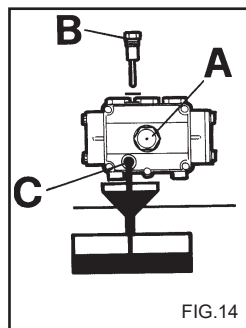

FIG.14
- 1) Skru opp drengsskruen på undersiden av pumpen (fig. 14 C).
- 2) Bruk peilepinnen til å skru av dekslet (fig. 14).